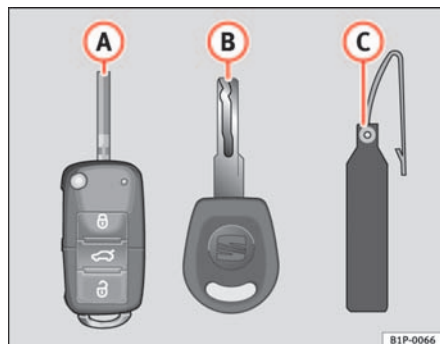

Abb. 63 Schlüsselsatz
- einen Funkschlüssel ⇒ Abb. 63 (A) mit ausklappbarem Schlüsselbart,
- einen Schlüssel ohne Funkbedienung (B).
- einen Kunststoffanhänger (C) mit der Schlüsselnummer.
Nur anhand der Schlüsselnummer auf dem Kunststoffanhänger ⇒ Abb. 63 (B) können Schlüssel nachgemacht werden. Deshalb:
- Verwenden Sie die beiden Schlüssel, die mit dem Fahrzeug ausgehändigt werden ⇒ Seite 102, Abb. 63, den Funkschlüssel  und den normalen Schlüssel .